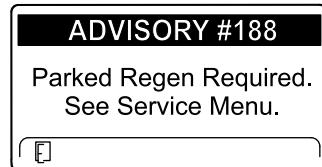

Figure 46
- Régénération en stationnement requise Avis N° 188 (Figure 46)